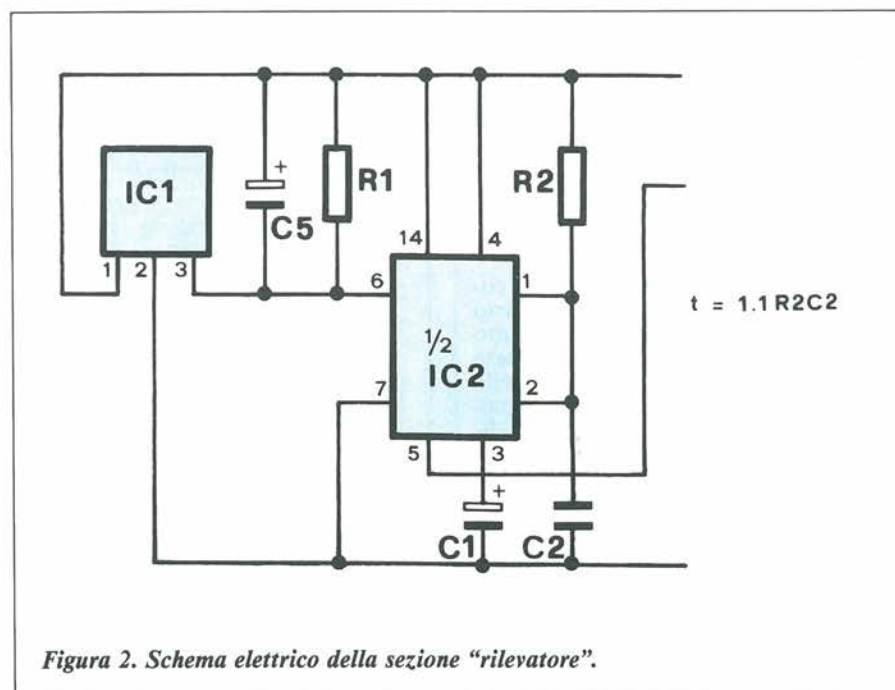

Figura 2. Schema elettrico della sezione "rilevatore".
**Figura 2. Schema interno semplificato di un telefono con suoneria (W), commutatore di forcina (GU) e contatti del disco combinatore nsi (contatto ad impulsi) ed nsa (contatto di lavoro).**
L'impulso emesso dal piedino 3 del rivelatore attiva il trigger di metà di un ICM 7556 (equivalente CMOS del 556, che è stato scelto per il suo basso consumo). Il condensatore da 2,2 uF in parallelo ad R1 ha il compito di evitare l'avviamento intempestivo del dispositivo nel momento in cui viene data tensione. Questa prima metà del 7556 costituisce un circuito monostabile: il tempo durante il quale la sua uscita rimane a livello logico alto è determinato dal valore della resistenza R2 e da quello del condensatore C2 (Figura 2).